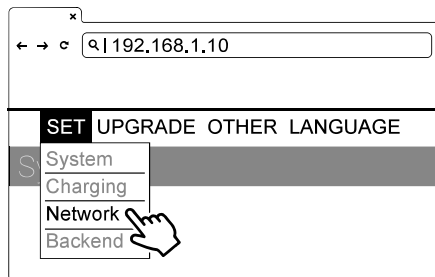

Abbildung 33. Menü EINSTELLUNGEN
- 1) Wählen Sie Netzwerk. Siehe Abbildung 33.